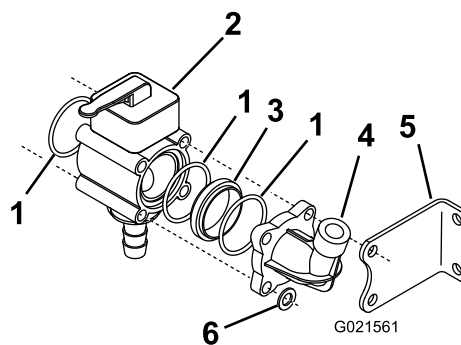

Рисунок 7
- Наденьте шайбы на штоки, которые не проходят через левый монтажный кронштейн, и наверните контргайку на левый конец каждого штока (Рисунок 7).
- Предварительно соберите коллекторный узел ручного клапана, используя ручной клапан, уплотнительное кольцо и переходник из комплекта запасных частей, а также уплотнительное кольцо и соединительный патрубок манометра, демонтированные ранее (Рисунок 7).
12. Установите шайбу и две стопорных гайки на правый конец каждого из 4 резьбовых штоков, чтобы прикрепить переходной патрубок к перепускному клапану стрелы в сборе (Рисунок 7).